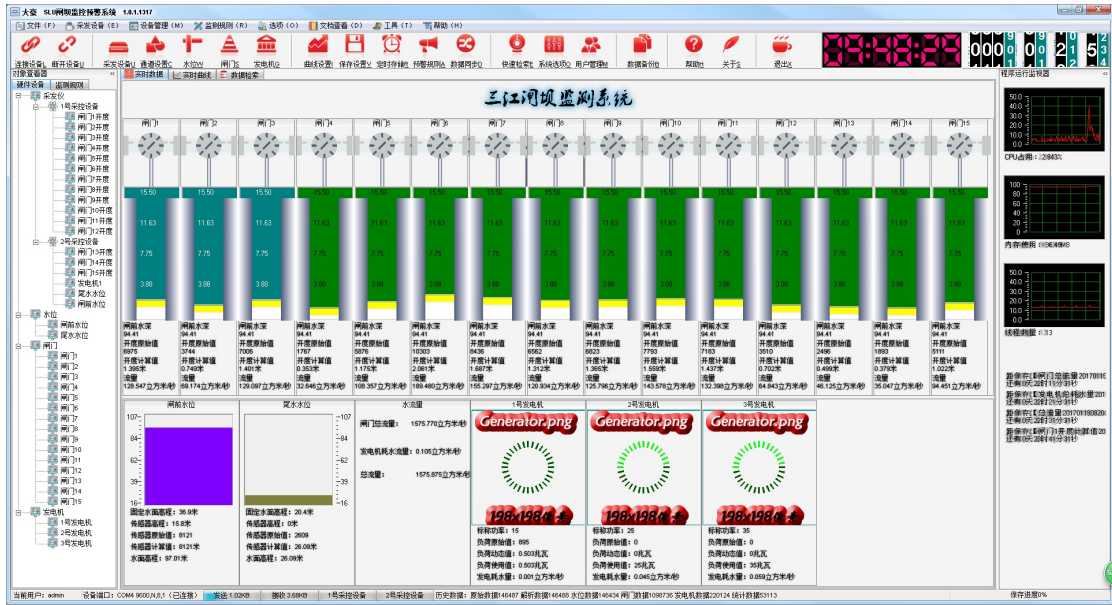

图 15、系统主界面
4、输入正确的用户名密码后成功登陆进入主程序界面。（图 15）。